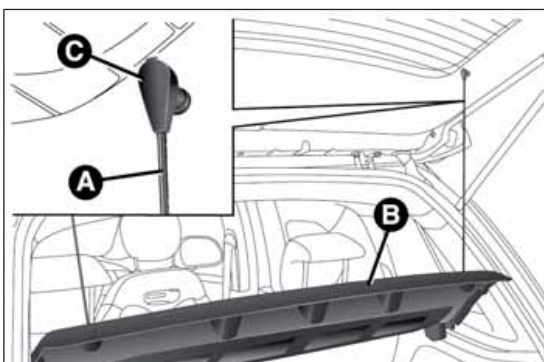

Abb. 83
- Befreien Sie die Enden der beiden Zugstreben A Abb. 83 für die Abstützung der Hutablage, indem Sie die Ösen B aus den Haltestiften ziehen.